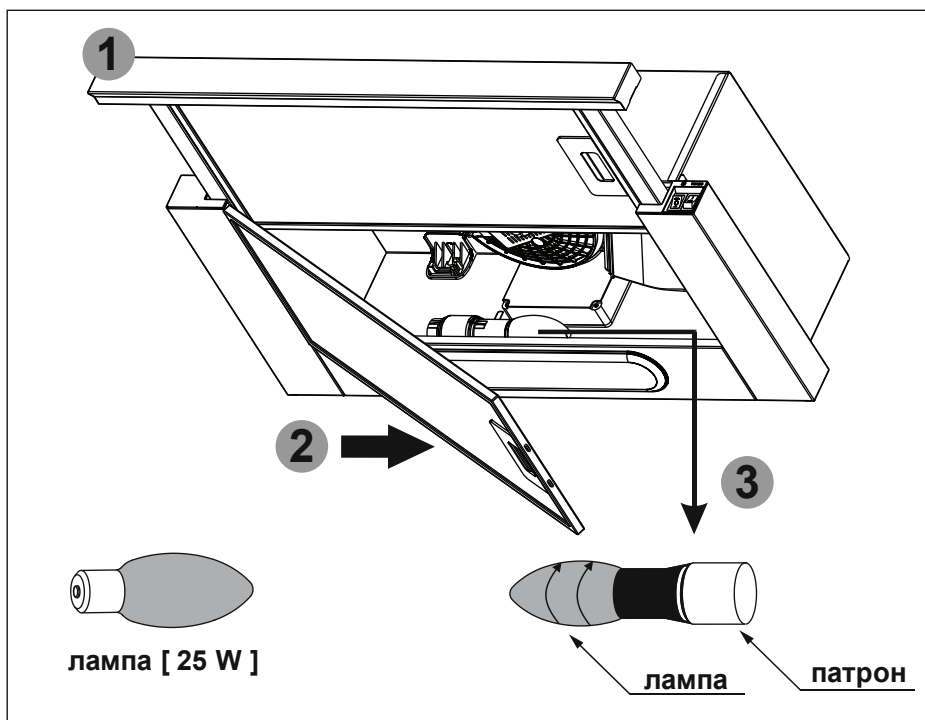

Рис.7
8.9 На витяжці встановлення лампа накаливання для підсвітки робочої зони плити. Перед початком заміни лампи освітлення необхідно відключити витяжку від електромережі, дати можливість охолонути лампі. Для заміни лампи необхідно витягнути шухляду висувну **1**, зняти алюмінієвий фільтр **2**, утримуючи тримач патрона, злегка надавити на лампу **3** в напрямку патрона і, повернувши її проти годинникової стрілки, вийняти з корпусу витяжки (**рис.7**).